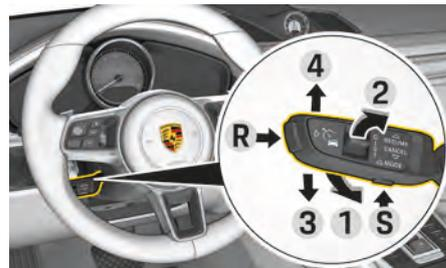

図. 95 ドライバーアシスタンスシステムのコントロールレバー
- ▶ レバーを前方 1(図. 95) に押してください。
- レバーを前方 1(図. 95) (加速) に押すか、後方 2(図. 95) に引いてください (減速)。